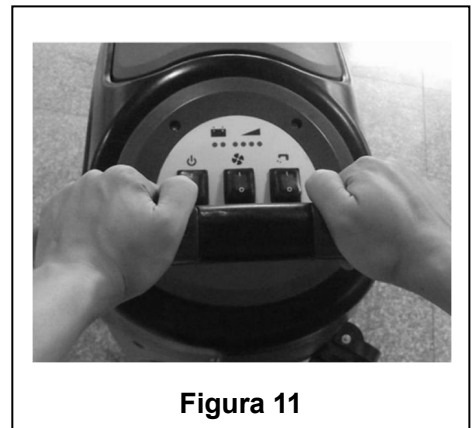

Figura 11
Por experiencia, el método de empujar la máquina, indicado en la Figura 11 a la derecha es más conveniente, los operadores sienten sus manos más cómodas, lo que reduce el cansancio. Es recomendable que los operadores empujen la máquina de esta manera.
2. Mantenga el interruptor de seguridad (1) (de la manera indicada en la **Figura 11**), empuje la máquina e inicie el trabajo de limpieza.